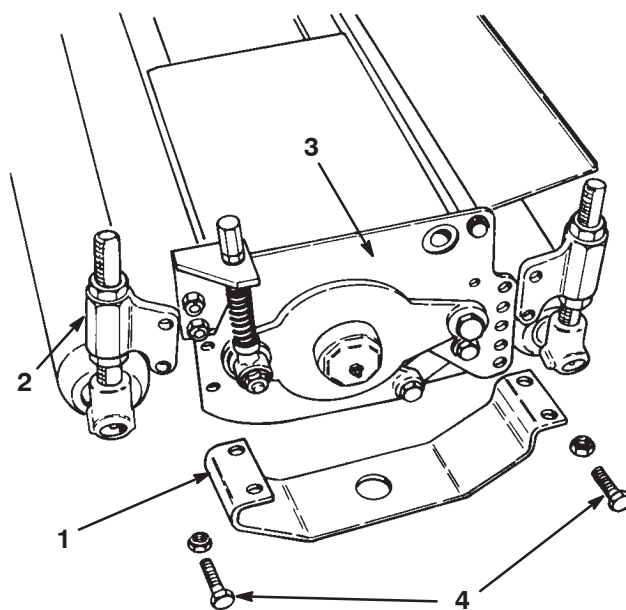
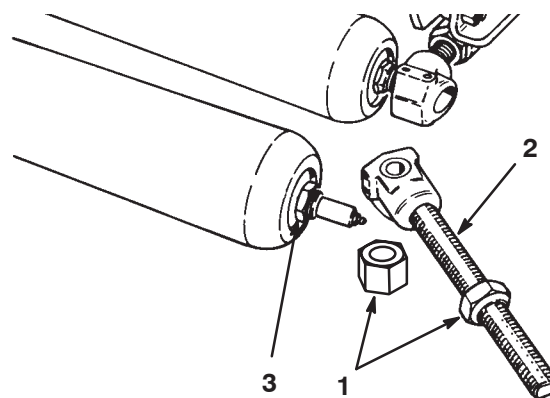

Figure 33
Figure 34
1. Retirez les fixations qui assujettissent la protection et le logement de réglage du rouleau à la plaque latérale (Fig. 33) ou dévissez l'écrou conique supérieur et faites sortir la tige filetée du logement de réglage (Fig. 34).
2. L'ensemble tige filetée et collier peut être déposé du rouleau après avoir été dégagé de l'arbre de chaque côté (Fig. 34).
**Important** Lorsque vous montez un rouleau neuf sur le plateau de coupe, faites en sorte que le contre-écrou de l'arbre du rouleau se trouve du côté droit du plateau de coupe (Fig. 34) (vu par l'opérateur assis sur le siège de la machine). Cela évite qu'il ne se dévisse pendant le fonctionnement.